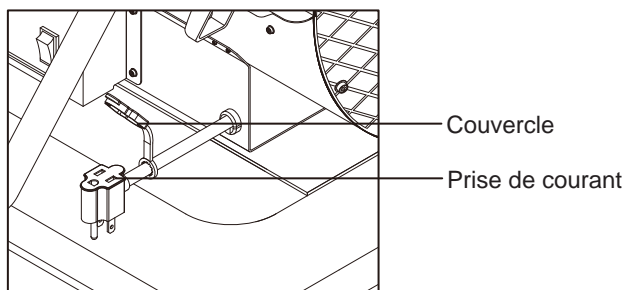

Figure 5. Cordon d'alimentation mixte
- Toujours couvrir la prise électrique lorsqu'elle n'est pas utilisée. Voir la Figure 5.